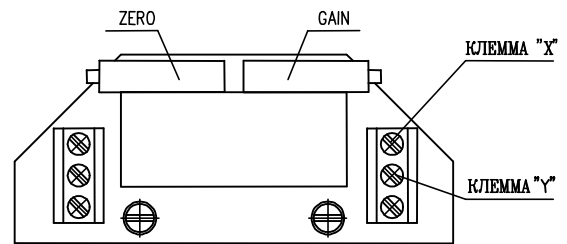

Рис.6
ЭП на заводе изготовителя настроен на ход, который отвечает 6-ому степеню по табличке Но.3. или на ход, соответствующий спецификации заказчика. При установке, настроении и перестановке выключателей положения поступайте следующим образом (Рис. 6,7):
Если ЭП при электрическом переводе во время хода выключит в промежуточном положении перед достижением положения «открыто» от микровыключателя положения S3 (Рис.6), отверткой введенной в установочный винт(29) оттесните его и поворачивайте в направлении стрелки до того времени, пока соответствующий кулачок не выключит микровыключатель S3. Выберите отвертку из установочного винта (смотри Примечание 1) и продолжайте в перестановке ЭП в положение «открыто».
Если ЭП при электрическом переводе во время хода выключит в промежуточном положении перед достижением положения «закрыто» от микровыключателя положения S4 (Рис.6), отверткой введенной в установочный винт (28) оттесните его и поворачивайте в направлении стрелки до того времени, пока соответствующий кулачок включит микровыключатель S4. Выберите отвертку из установочного винта(смотри Примечание 1) и продолжайте в переводе ЭП в положение «закрыто».
4.6.2 EPV - 3-проводниковое включение (рис.6, 6а)
- Установите омический датчик на основании инструкции в предыдущей главе так, что омическую величину измеряйте на клеммах X-Y или 0%-100% (рис.6,6а) (употреблен датчик с сопротивлением 2000Ω или 100Ω).
Рис.6а